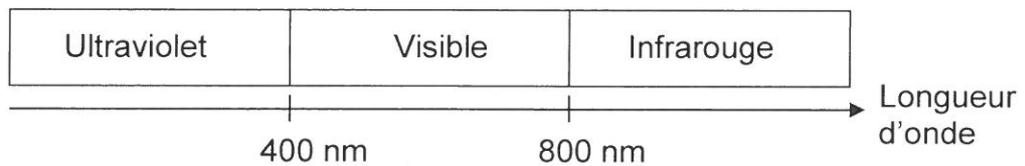

FIGURE 3
B.1.2 Indiquer le domaine à laquelle l'onde émise appartient, en s'aidant de la FIGURE 3.